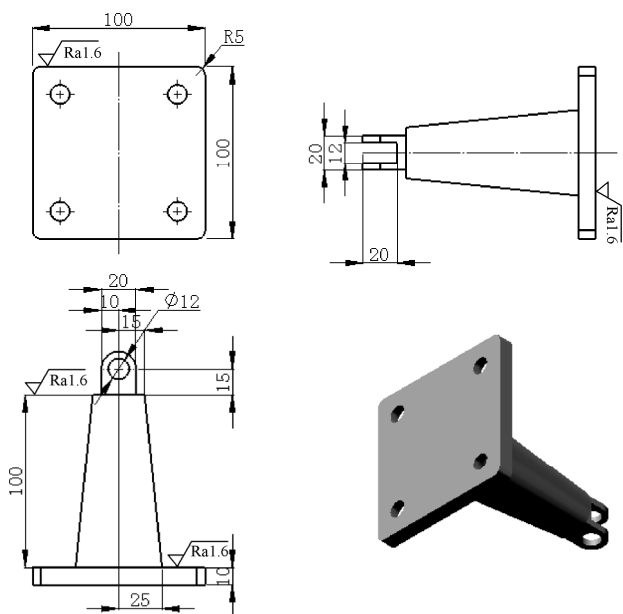

图 12-61 标注表面粗糙度
8) 标注表面粗糙度。设置完成后, 移动光标到需要标注表面粗糙度的位置, 单击即可完成标注。单击属性管理器中的 $\checkmark$ (确定) 按钮, 完成表面粗糙度标注。下表面的标注需要设置角度为 90° , 标注表面粗糙度效果如图 12-61 所示。